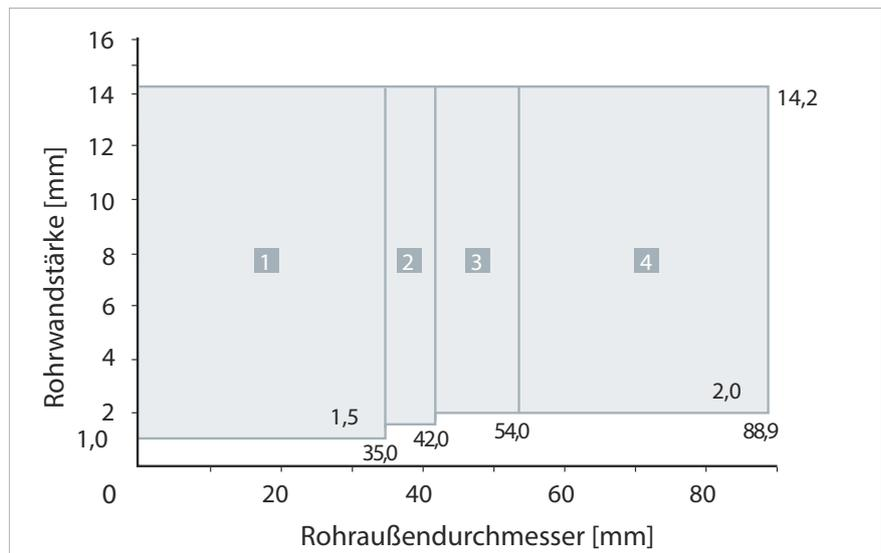

Abb. 5: AF/Armaflex Isolierungslängen bei nicht brennbaren Rohren
- Zulässig sind Rohre aus Kupfer, Stahl, Edelstahl und Gusseisen bis zu einem Außendurchmesser von 88,9 mm, die Nennrohrwandstärken gemäß Abb. 5 sind einzuhalten.